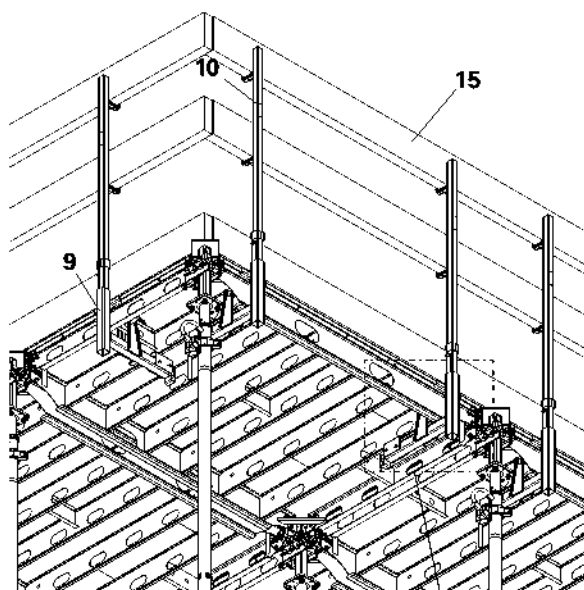

Fig. A9.04
6. Inserir as madeiras de protecção (15) e fixar com pregos. (Fig. A9.04)